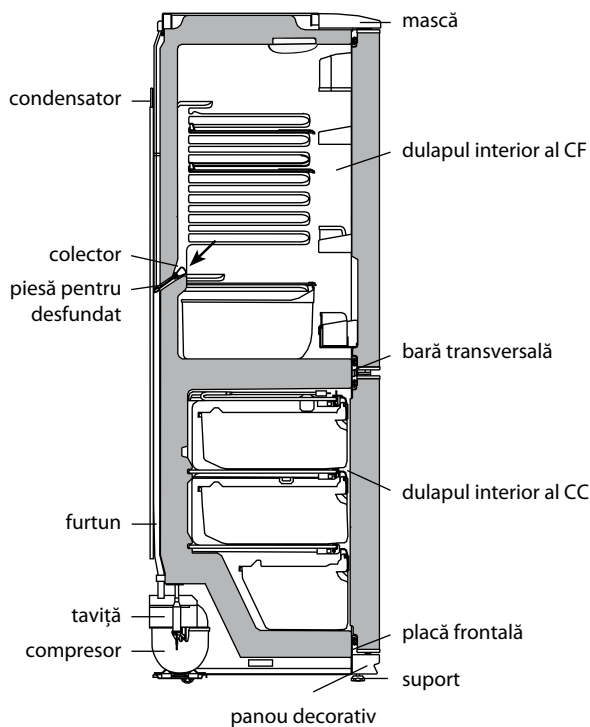

Figura 4 – Schema scurgerii apei rezultate în urma topirii din CF
**2.2.1** În CF se folosește un sistem automat de dezghețare. Bruma, care apare pe perețele din spate al CF, după deconectarea compresorului care lucrează în ciclu, se topește și se transformă în picături de apă. Picăturile de apă rezultată în urma topirii se scurg în colector, apoi prin gaura acestuia și prin furtun – în tavița de pe compresor, în conformitate cu figura 4 și se evaporă. Gaura colectorului este dotată cu o piesă pentru prevenirea înfundării sistemului de drenaj.
Prezența apei în colector indică înfundarea sistemului de drenaj. Pentru eliminarea înfundării folosiți piesa corespunzătoare și curățați gaura colectorului, astfel ca apa să se scurgă liber în taviță, apoi spălați piesa și instalați-o în conformitate cu figura 4.
**SE INTERZICE** să utilizați frigiderul cu sistemul de scurgere înfundat. Apa care a apărut pe fundul CF sau care a ajuns în locul de alăturare a barei transversale și a dulapului interior al CF, în conformitate cu figura 4, poate provoca coroziunea dulapului exterior al frigiderului și elementelor agregatului frigorific, defectarea izolației termice, formarea crăpăturilor dulapului interior și defecțiunea frigiderului.
**SE INTERZICE** să decongeleți congelatorul fără utilizarea elementului pentru drenare. Apa rezultată în urma topirii care se scurge din cameră afară de elementul pentru drenare, pătrunzând în locul de alăturare a plăcii frontale la dulapul interior în conformitate cu figura 4, poate